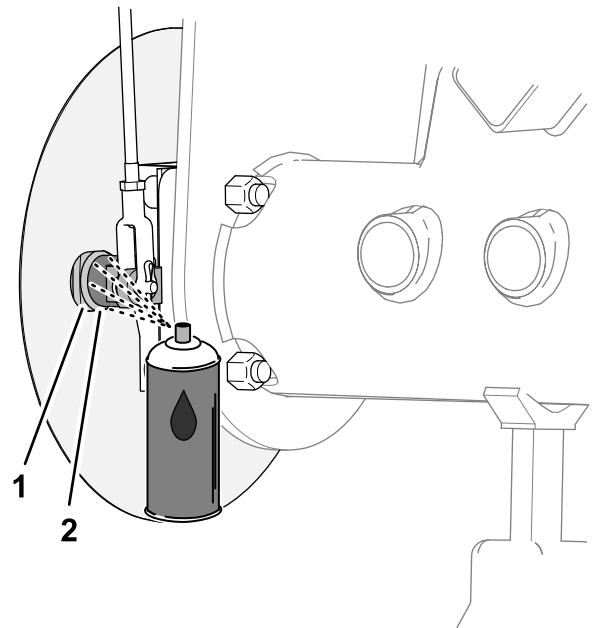
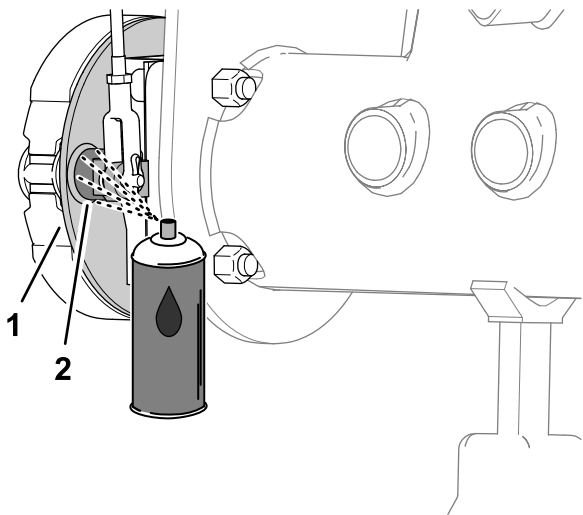

Figure 68
Figure 67
1. Sur l'intérieur du plateau de frein (modèles sans l'option déflecteur d'herbe de jante) ou du déflecteur d'herbe de roue (modèles avec l'option déflecteur d'herbe de jante), pulvérisez du dégrissant entre l'arbre à came de frein et le plateau de frein (Figure 67 ou Figure 68).